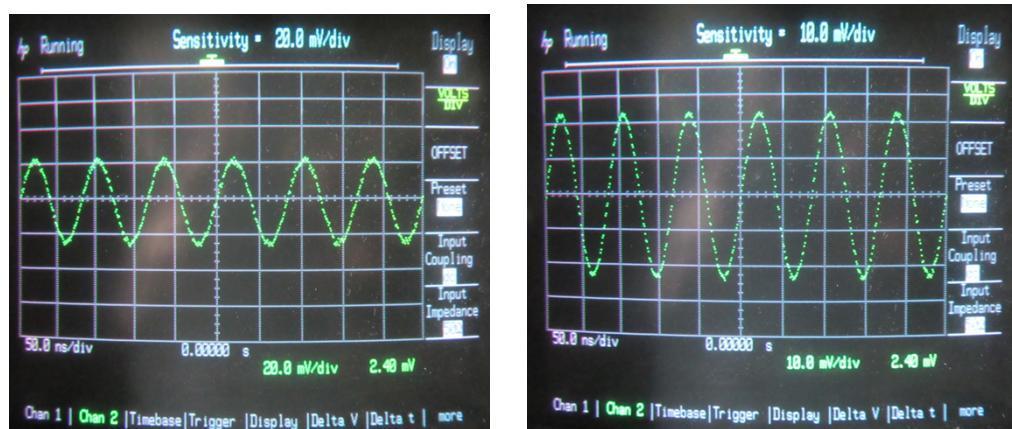

图 14. 调节垂直放大器灵敏度
4) 图 14 显示了同一个输入信号在不同的垂直放大器灵敏度下看到的图形. 左图的灵敏度=20.0mv/div; 右图的灵敏度=10.0mv/div.